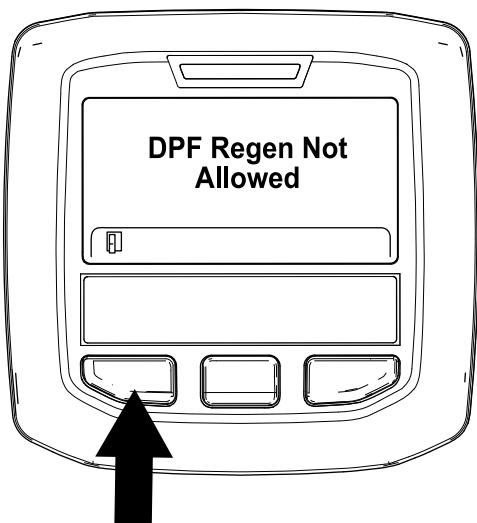

Figura 57
- Si el ordenador del motor no permite el proceso de regeneración, aparece el mensaje "DPF Regen Not Allowed" (Regeneración de DPF no permitida) en el InfoCenter (Figura 57). Pulse el botón de la izquierda para salir a la pantalla de inicio.